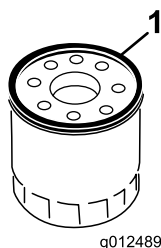

Figura 39
7. Con il dito, spalmate olio motore pulito sulla guarnizione del nuovo filtro (Figura 39).